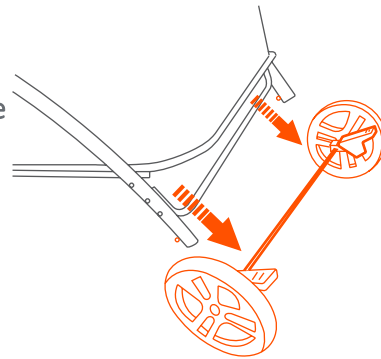

Fig. 15b
- If replacing the rear axle, press the pin on each side behind the wheel hub. Pull the rear axle out from the hub (Fig. 15b).
- Si reemplaza el eje trasero, presione el pasador en cada lado detrás del cubo de la rueda. Tire del eje trasero del buje (Fig. 15b).
- Si vous remplacez l'essieu arrière, appuyez sur l'épingle de chaque côté derrière le moyeu de roue. Sortez l'essieu arrière du moyeu (Fig. 15b).